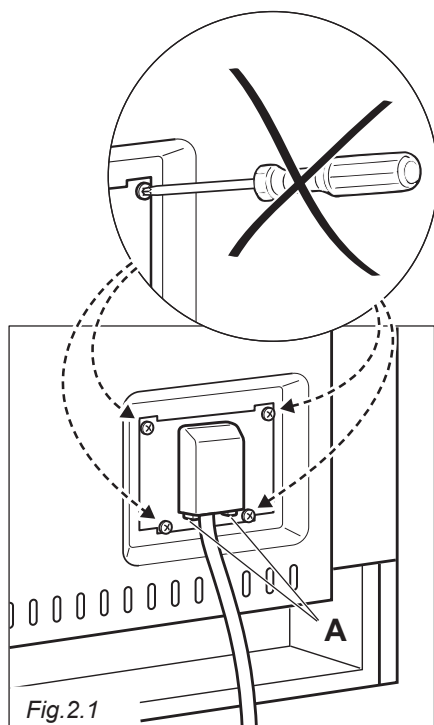

Fig.2.1
- Détacher le couvercle du bornier, en introduisant un tournevis dans les deux crochets "A" (fig. 2.1).